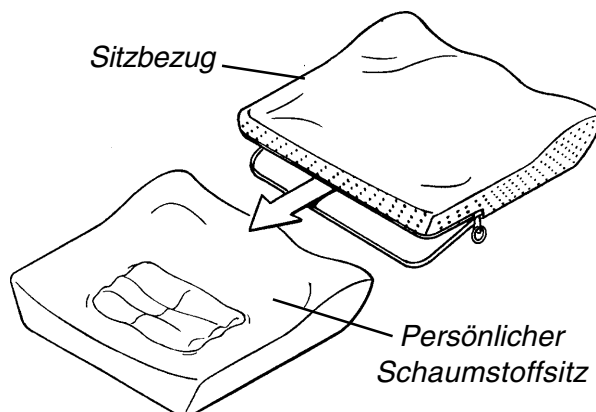

ABBILDUNG 1 - ENTFERNEN DES SITZSCHAUMSTOFFS VOM SITZBEZUG
2. Öffnen Sie den Bezug des Sitzes und nehmen Sie den Schaumstoff des Sitzes heraus. (**ABBILDUNG 1**).